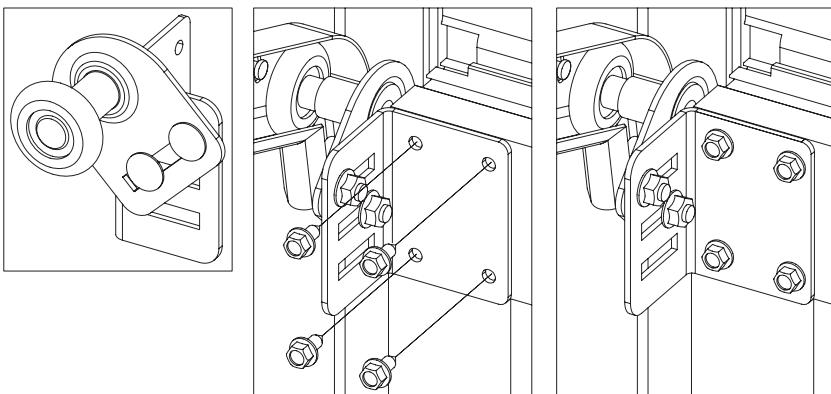

Рис. 29.2
На рис. 29.2 показана установка верхнего кронштейна на воротах с электроприводом.
- на воротах с электроприводом ходовой ролик должен находиться у верхней стороны переднего направляющего профиля (рис. 29.2);